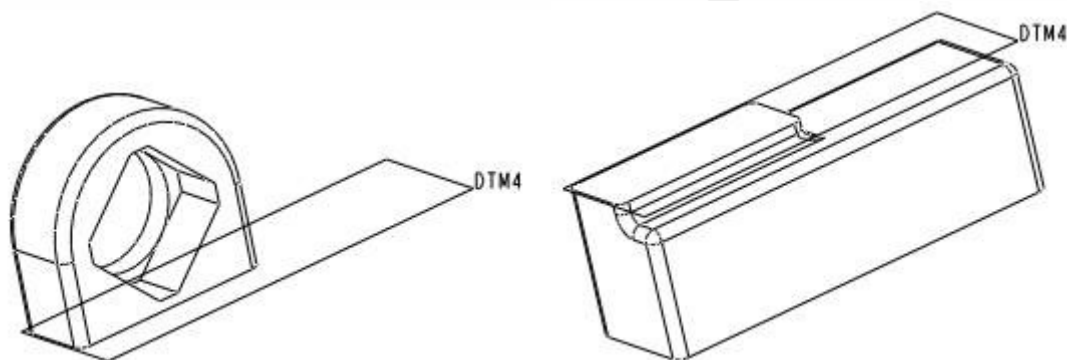

图 15-27 使用【实体化】命令建立两个模型
1. 建立基准面 DTM4，使用【实体化】命令，切割零件模型为如图 15-27 所示的两个模型，并分别保存为新的文件名 base1.prt、top.prt。